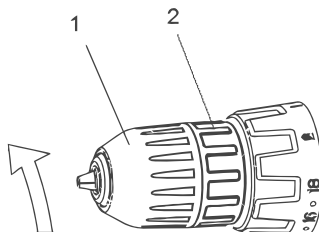

Fig. 6 – Abertura del mandril
3. Para abrir el mandril del atornillador/taladro sostenga la parte 2, y gire en sentido antihorario la parte 1, segn muestra la Fig. 6.